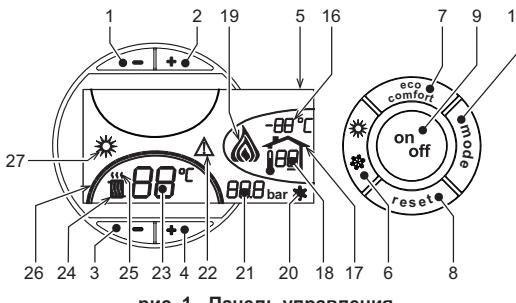
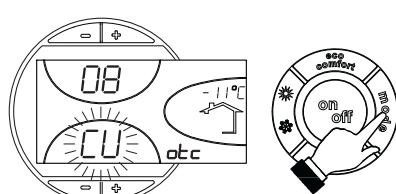

рис. 1 - Панель управления
рис. 9 - Кривая погодозависимого регулирования
Нажмите клавишу **on/off** (поз. 9 - рис. 1) в течение 1 секунды.
Для повторного включения котла снова нажмите клавишу **on/off** (поз. 9 рис. 1) в течение 1 секунды.
- Нажмите кнопку ВКЛ/ВЫКЛ (9 - рис. 1)
Нажмите клавишу Лето/Зима (поз. 6 - рис. 1) на 1 секунду.
На дисплее высвечивается символ "Лето" (поз. 27 - рис. 1). При этом котел будет вырабатывать только воду для ГВС. Остается активной система защиты от замерзания.
Для выключения режима "Лето" вновь нажмите клавишу Лето/Зима (Поз. 6 - рис. 1) на 1 секунду.
Температура в системе отопления регулируется в пределах от 30 °C до 80 °C с помощью клавиш **- +** (поз. 3 и 4 - рис. 1); однако, не рекомендуется эксплуатировать котел при температуре ниже 45 °C.
Температура **- +** в системе ГВС регулируется в пределах от 10°C до 65°C с помощью клавиш (поз. 1 и 2 - рис. 1).
При наличии датчика температуры наружного воздуха (опция) на дисплее панели управления (поз. 5 - рис. 1) отображается измеряемая этим датчиком температура. При этом система управления котлом работает в режиме "Плавающая температура". В этом режиме температура воды, подаваемой в систему отопления, регулируется в зависимости от климатических условий внешней среды с тем, чтобы обеспечить максимальный комфорт и экономию энергетических ресурсов в течение всего года. Так, при повышении внешней температуры понижается температура подачи воды в систему отопления, что производится по определенной "кривой погодозависимого регулирования".
С переключением на режим "Плавающей температуры" показатель температуры, устанавливаемый клавишами **- +** (дет. 3 и 4 - рис. 1) соответствует максимальной температуре подачи воды в систему отопления. Рекомендуется задавать максимальное значение температуры с тем, чтобы позволить системе регулировать ее по всему рабочему диапазону.
При однократном нажатии клавиши **Режим** (поз. 10 - рис. 1) на дисплее высвечивается текущая кривая погодозависимого регулирования (рис. 9), которую можно изменить с помощью клавиш задания температуры воды ГВС **- +** (поз. 1 и 2 - рис. 1).
При нажатии клавиш регулировки температуры отопления **- +** (поз. 3 и 4 - рис. 1) получается доступ к функции параллельного изменения кривых (рис. 12), выполняемого с помощью клавиш регулировки температуры в контуре ГВС **- +** (поз. 1 и 2 - рис. 1).
При повторном нажатии клавиши **Режим** (поз. 10 - рис. 1) осуществляется выход из режима регулировки параллельных кривых.
Если к котлу подключено устройство дистанционного управления с таймером (опция), вышеописанные регулировки производятся в соответствии с указаниями, приведенными в таблице 1. При этом на дисплее пульта управления (поз. 5 - рис. 1) высвечивается температура в помещении, измеряемая устройством дистанционного управления.
| Выбор режимов ECO/COMFORT                                      | При выключении режима ГВС с пульта ДУ котел переходит в режим "Эко-помощь". В этих условиях клавиша 7рис. 1 - на панели котла отключена. При включении режима ГВС с устройства ДУ с таймером котел устанавливается в режим Comfort. В этих условиях с помощью клавиши 7рис. 1 - на панели управления котла можно выбрать любой из этих двух режимов. |